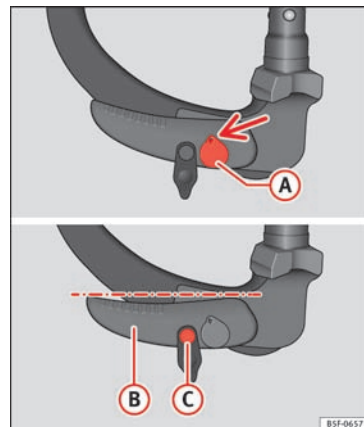

Fig. 221 Hvileposition: armens og oplåsningsstiftens position
- Nøglen ① »» Fig. 221 skal befinde sig i oplåst position (den del af nøglen, hvori der er et hul, vender opad).
- Armen ② »» Fig. 221 skal befinde sig i den nederste position.
- Oplåsningsstiften ③ skal kunne bevæges »» Fig. 221.